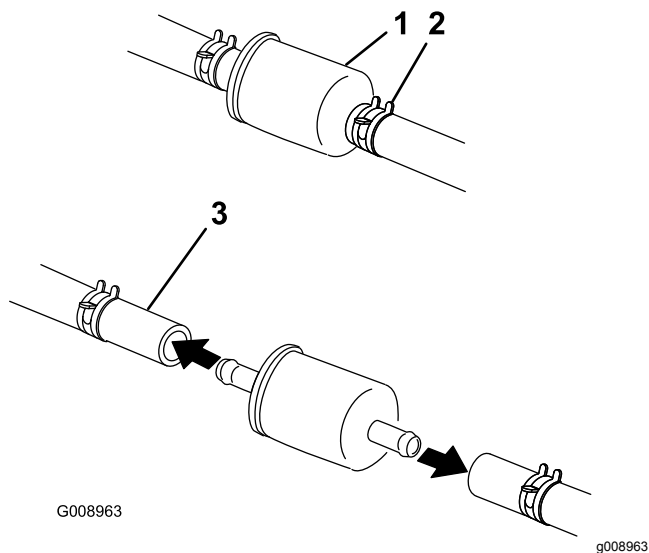

Figura 42
4. Apriete los extremos de las abrazaderas y deslícelas por el tubo alejándolas del filtro (Figura 42).